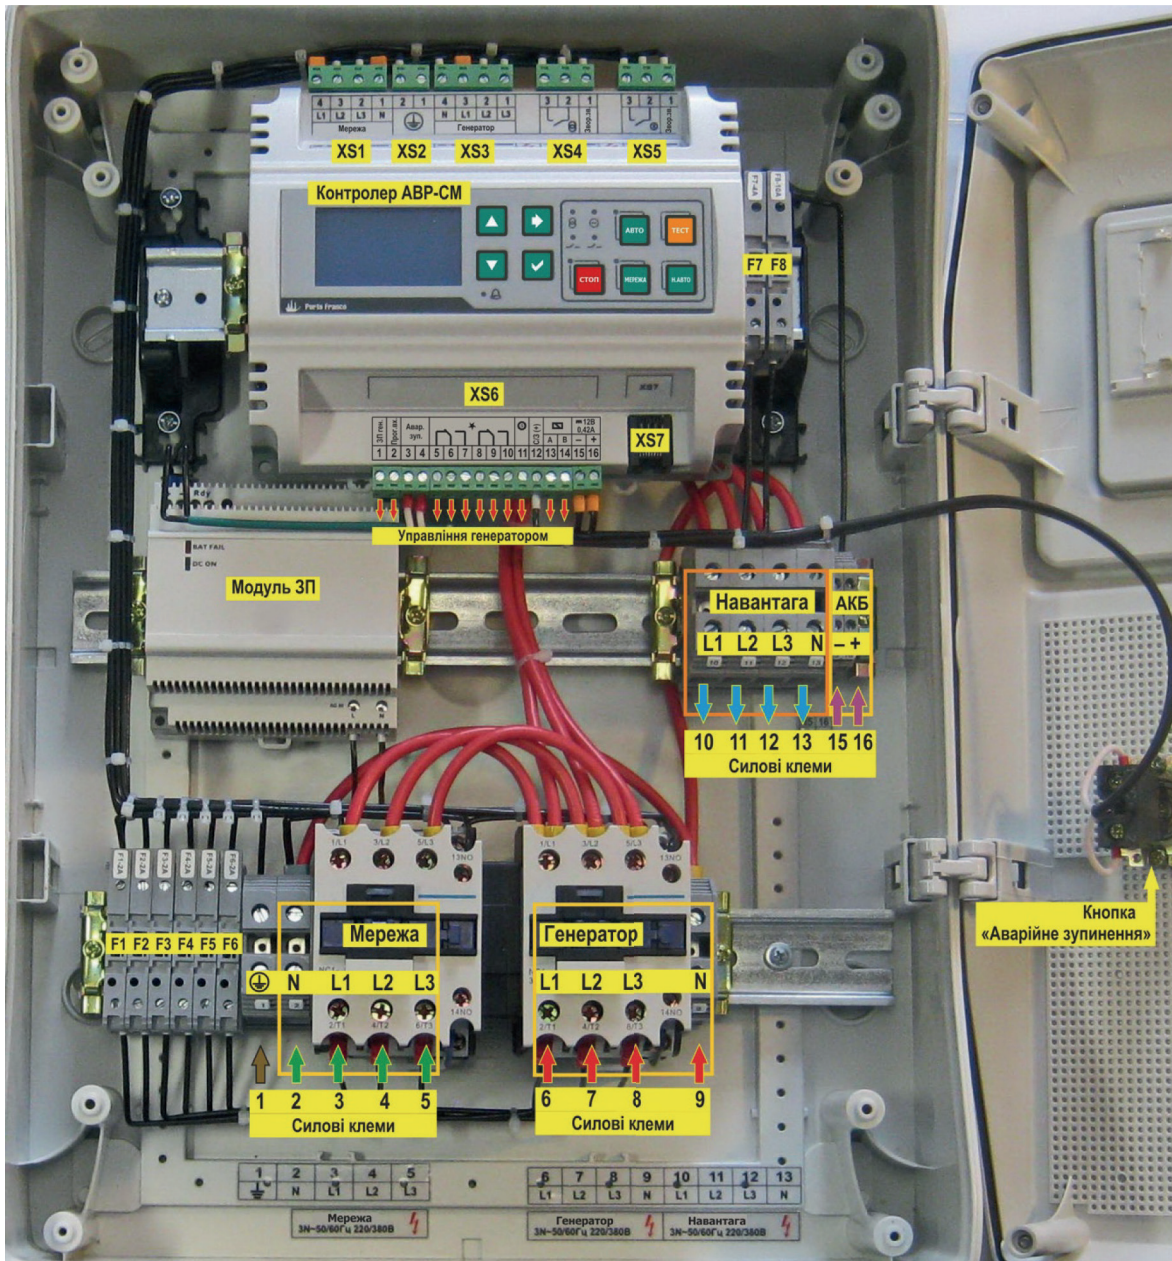
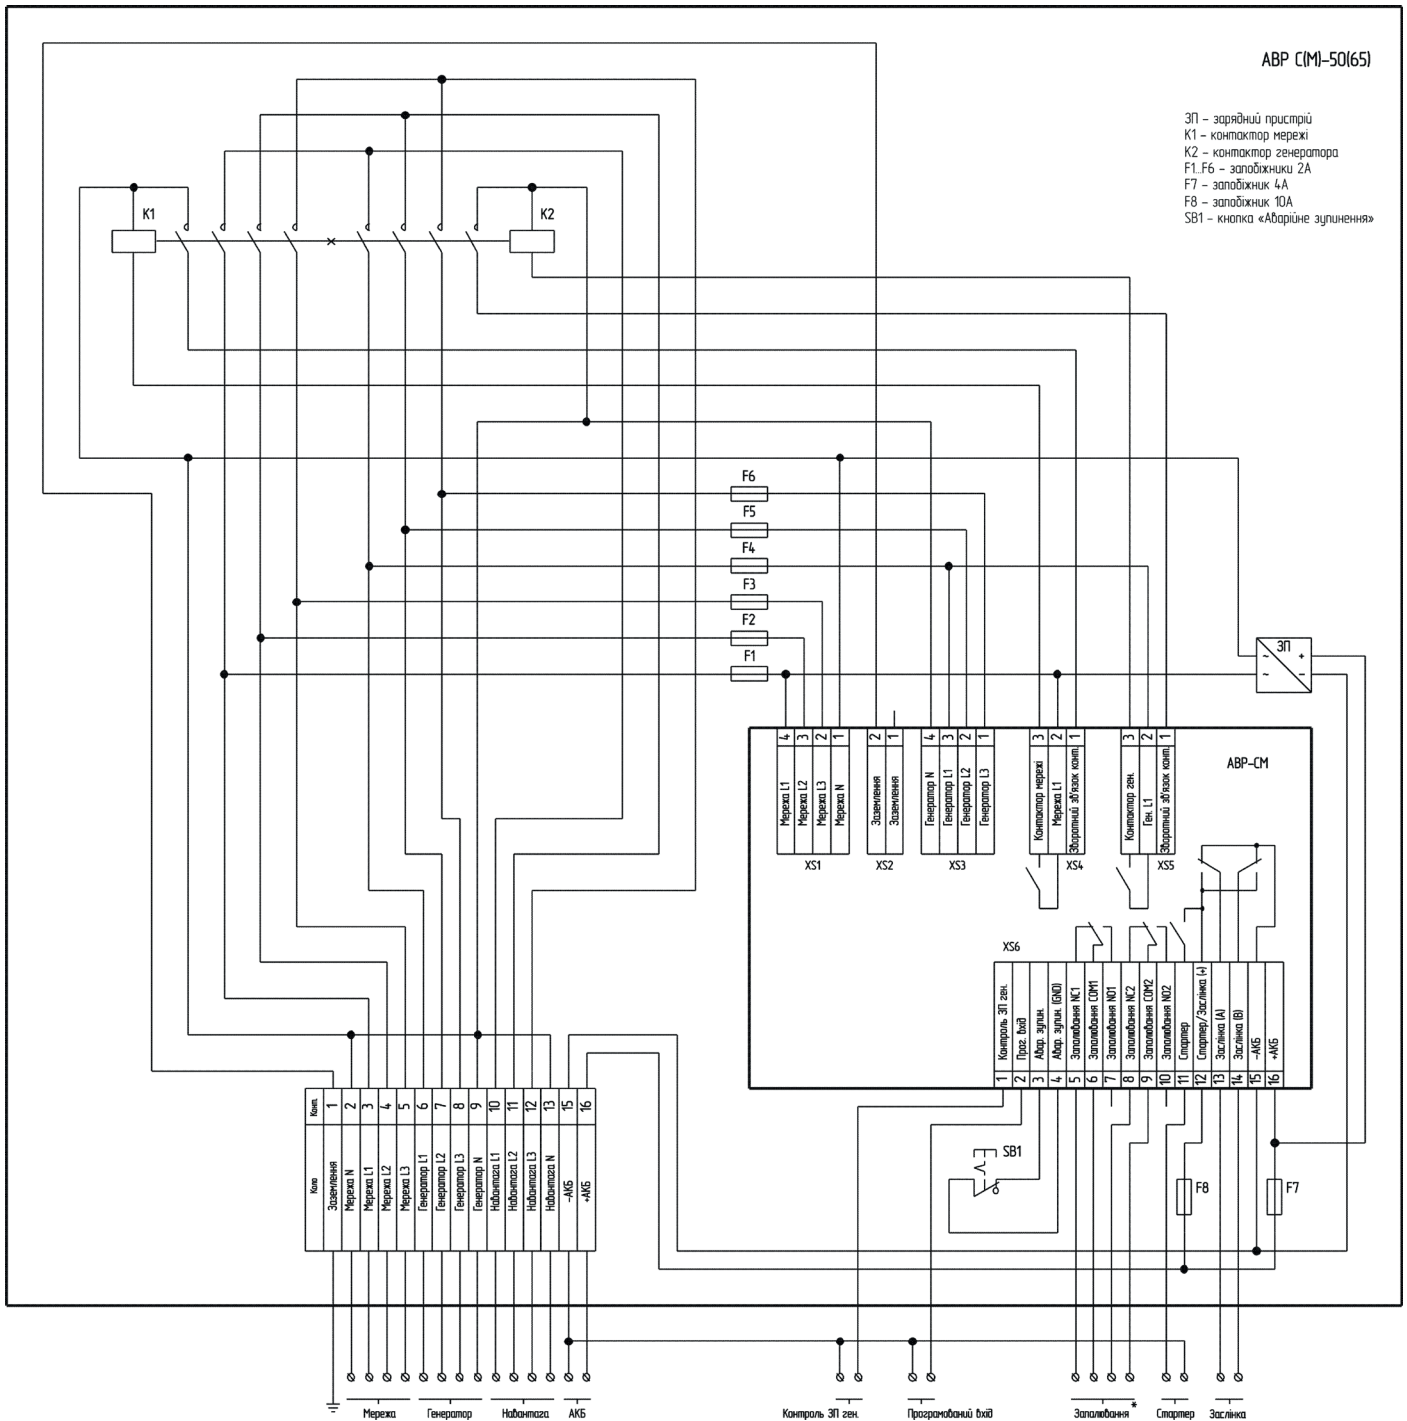

Рис. 6.1 – Внутрішня конструкція і зовнішнє підключення АВР С-50*
Рис. 6.5 – Приклад схеми підключення контролера АВР С(М)-50(65) для конфігурації АВР33
6.2.1 Внутрішню конструкцію контролера показано на рис. 6.1 – 6.4. Список запобіжників зазначено в таблиці 6.1. Призначення контактів силових клем представлено в таблиці 6.2. Призначення контактів клем управління генератором представлено в таблиці 6.3. Рекомендовані схеми підключення для різних конфігурацій контролера наведено на рис. 6.5 – 6.7.